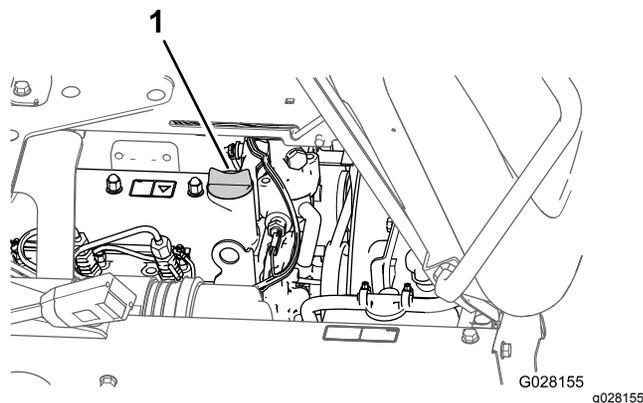

Figure 52
5. Enlevez le bouchon de remplissage d'huile du goulot de remplissage sur le couvre-culasse (Figure 52) et versez avec précaution environ 80 % de la quantité d'huile spécifiée dans le goulot de remplissage.
8. Remettez le bouchon de remplissage d'huile dans le goulot de remplissage (Figure 52).